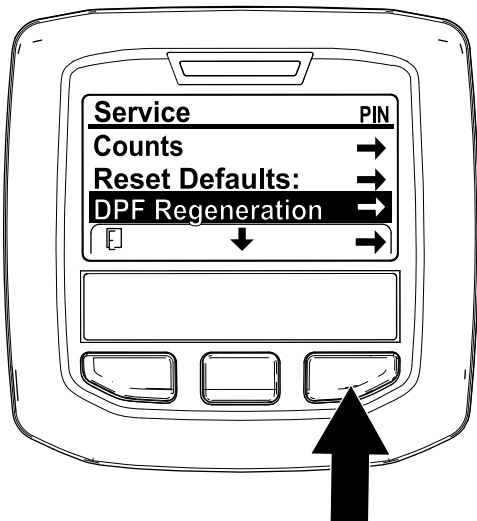

Figure 37
1. Dans le menu Entretien, utilisez le bouton central pour naviguer jusqu'à l'option DPF REGENERATION (régénération du FAP) (Figure 37).
2. Appuyez sur le bouton droit pour sélectionner l'option DPF Regeneration (Figure 37).